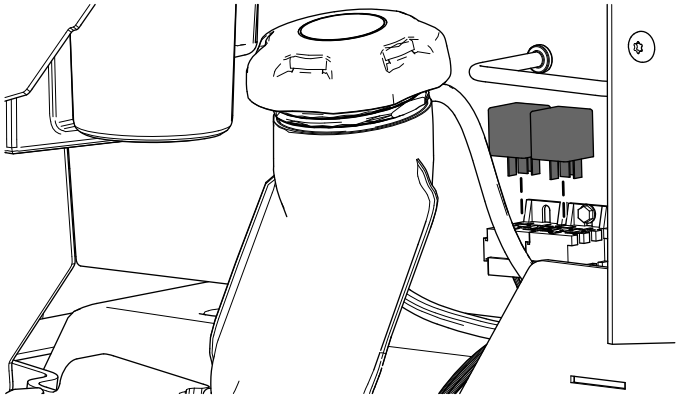

Bild 16
5. Installieren Sie die beiden Relais (Bild 16).